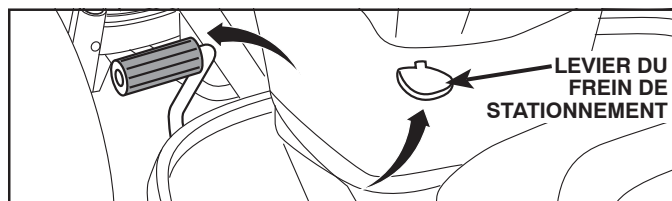

Fig. 25
1. TIRER LE BRAS DU LEVIER DE STATIONNEMENT ET BAISSER LA MANETTE DE LEVAGE DE L'ACCESSOIRE (Voir la Fig. 25 et 26)